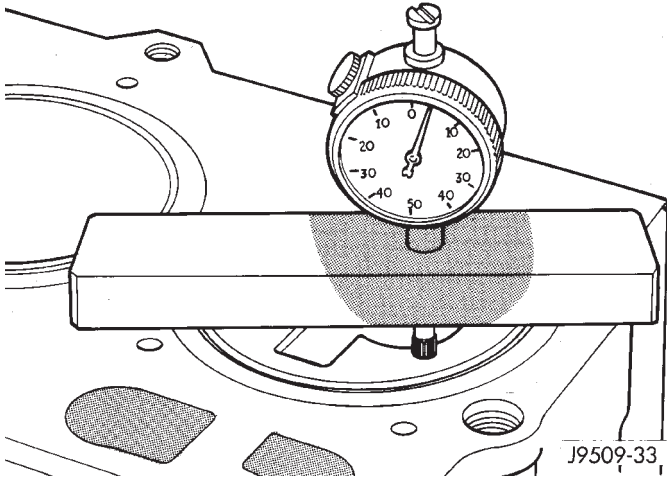

Abb. 22 Kolbenüberstand messen.
Zylinderkopfdichtungen sind in drei Stärken verfügbar. Die Kennzeichnungsbohrungen an der vorderen rechten Ecke der Dichtung geben die Stärke der Dichtung (Abb. 22). (Abb. 21).
(1) Spezialwerkzeug VM-1010 in Verbindung einer Meßuhr VM-1013 verwenden (Abb. 22).
(2) Den Kolben von Zylinder 1 genau auf den oberen Totpunkt einstellen.
(3) Die Meßuhr an der Anlagefläche des Motorblocks auf Null stellen.